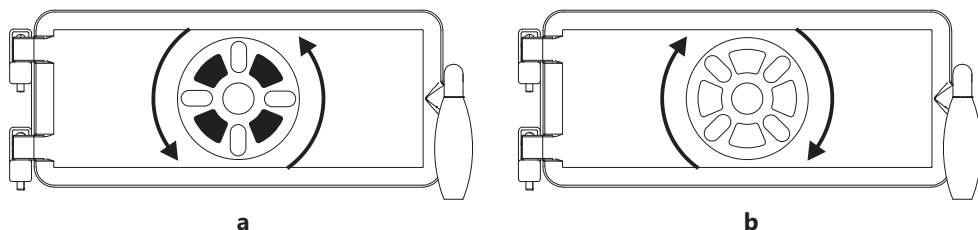

Figure 5
Placer la manette de réglage d'air primaire (figure 1, pos. 14) en position ouverte (figure 5-a) pendant le démarrage et la maintenir dans cette position jusqu'à établissement du fonctionnement stable de la cuisinière après le chargement de grosses bûches de bois ou du charbon.
Placer ensuite la manette de réglage en position fermée (pour les chargements de bois et de briquettes de bois - figure 5-b) et la maintenir dans cette position tout le temps pendant le fonctionnement de la cuisinière.